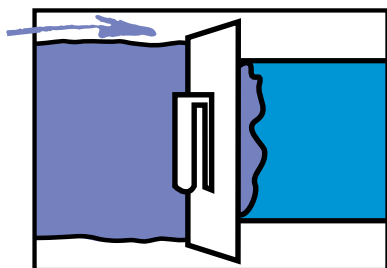

图 10：外饰面
- 使用 280mm 的泥刀涂抹第三层复合物[参见图 10 和图 9 以查看最小涂层宽度]